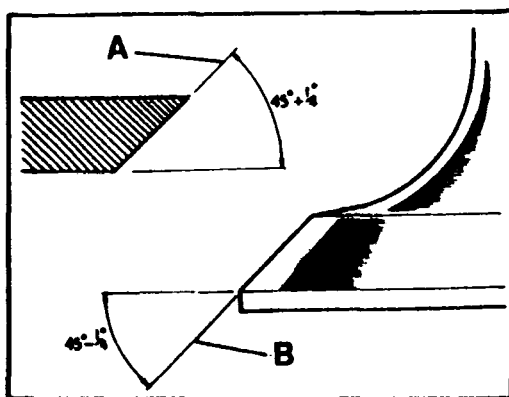

Fig. A1-71 Angulo de asiento en válvulas y culata
- 2.6. Con el equipo apropiado, verificar los asientos de las válvulas en la culata, siendo la inclinación correcta $45^\circ + 1/4^\circ$ tanto para admisión como para escape, A (Fig. A1-71).
- 2.7. La inclinación correcta de los asientos de las válvulas tanto para admisión como para escape, es de $45^\circ - 1/4^\circ$, B (Fig. A1-71).
- 2.8. Se llevará a cabo el rectificado de los asientos de las válvulas en la culata, con el equipo apropiado, teniendo en cuenta que dicho ángulo es el, A, citado en la Fig. A1-71.